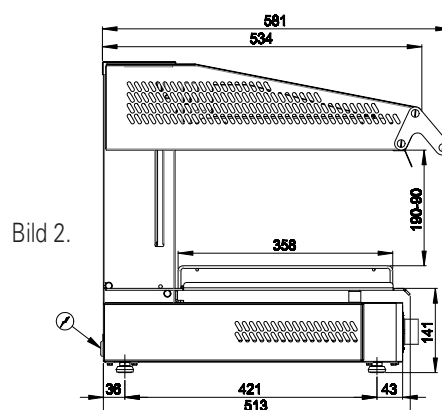

Bild 2.
- Om du placerar apparaten på ett bord, lämna ett utrymme på minst 50 mm mellan apparatens baksida och väggen bakom den (fig. 2).